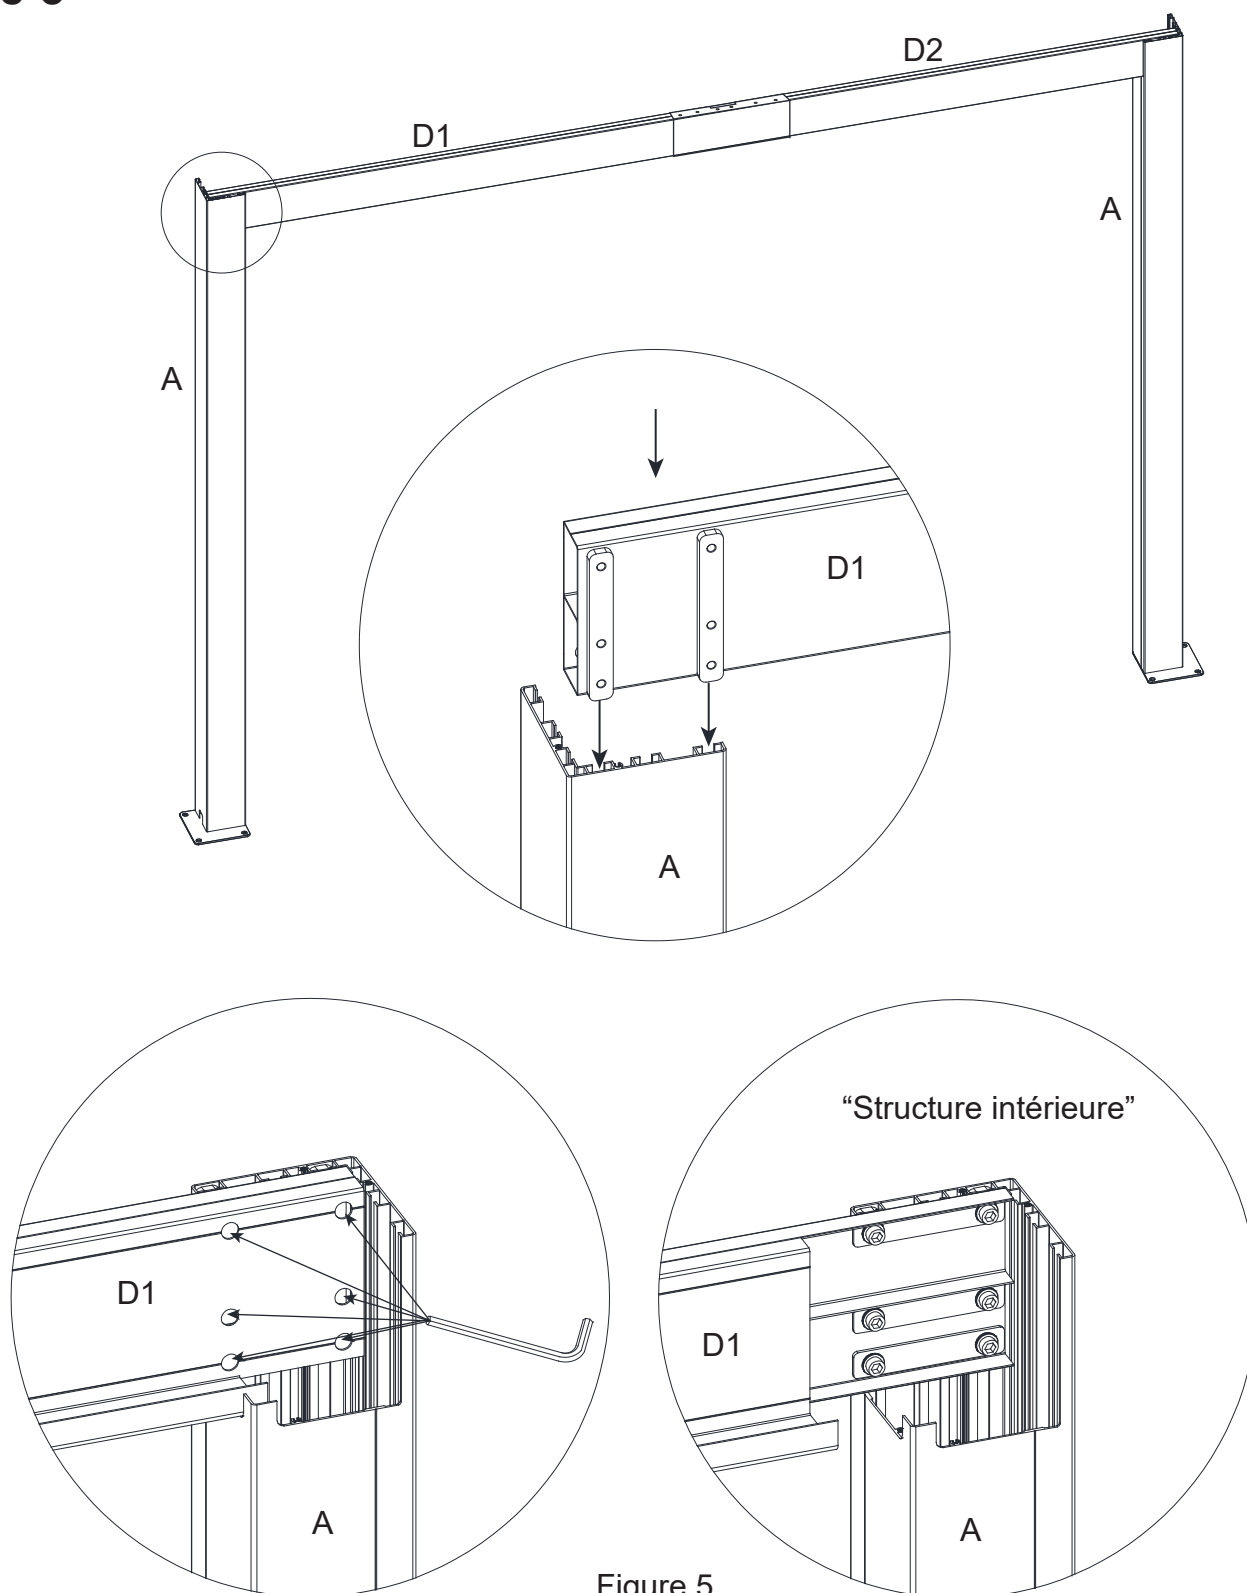

Figure 5
Figure 5. Faites glisser les deux (2) extrémités des traverses avant (D1/D2) dans le guide intégré de la poutre en coin (A) puis serrez les traverses avant (D1/D2) à l'aide de la clé (JJ).